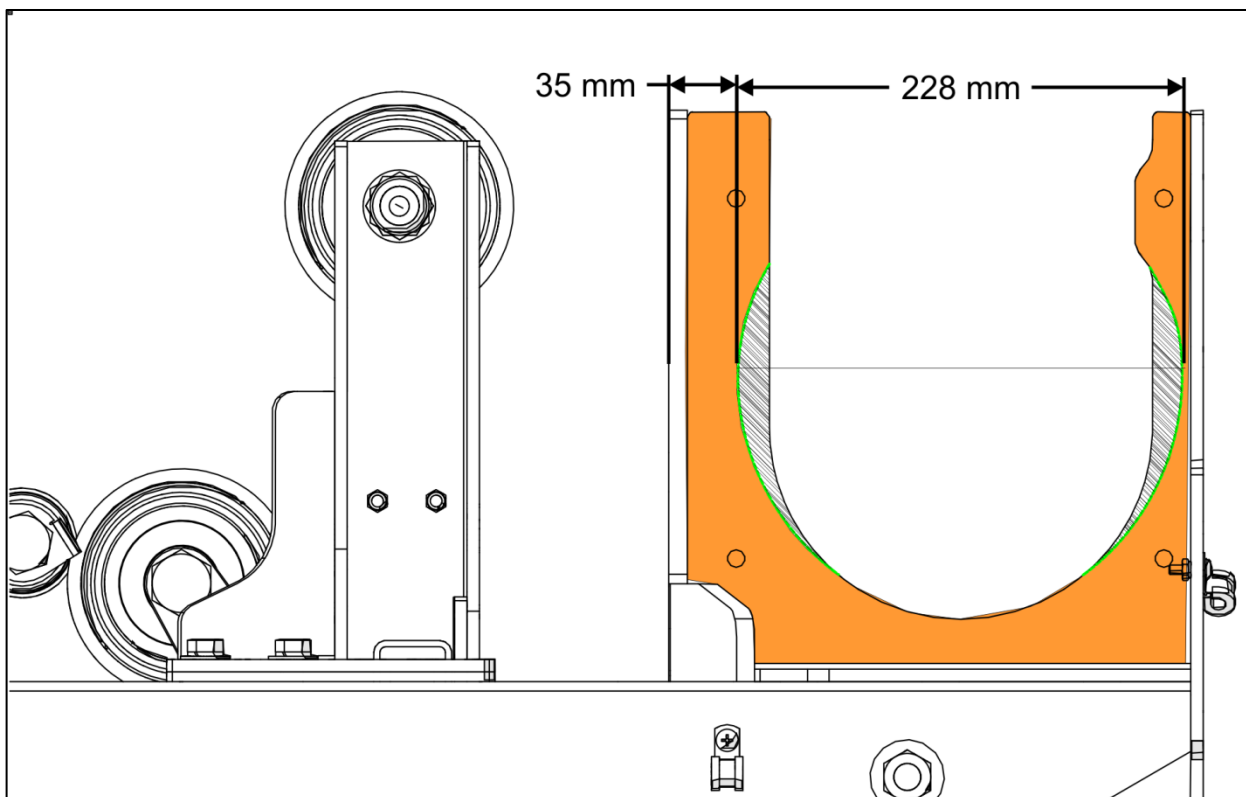

FIGURE 1: SUPPORT SUR ENTRAÎNEMENT LONG.-
- 1.2. L'ouverture doit être agrandie de chaque côté selon les dimensions dans la figure 1.
- 1.7. Agrandir l'ouverture selon la Figure 1.